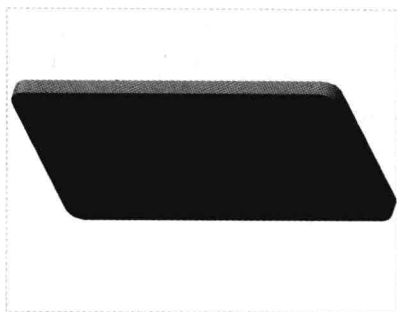

图 6-11 图形文件
Step 01 按【Ctrl+O】组合键，打开图形文件，如图 6-11 所示。